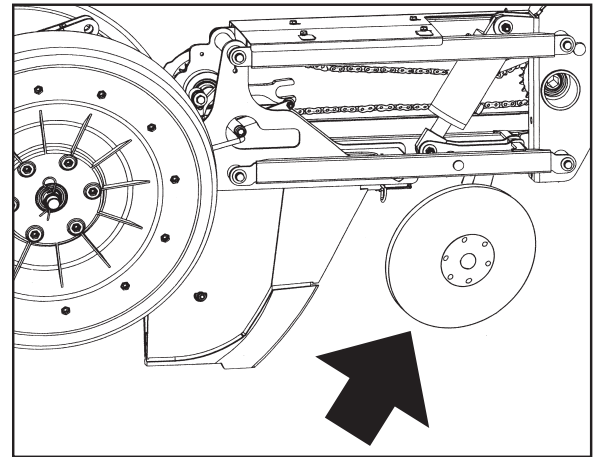

Fig. 6
- Disco vomeri (Fig. 6).
- Ploughshare disc (Fig. 6).
- Disque socs (Fig. 6).
- Disco de rejas (Fig. 6).